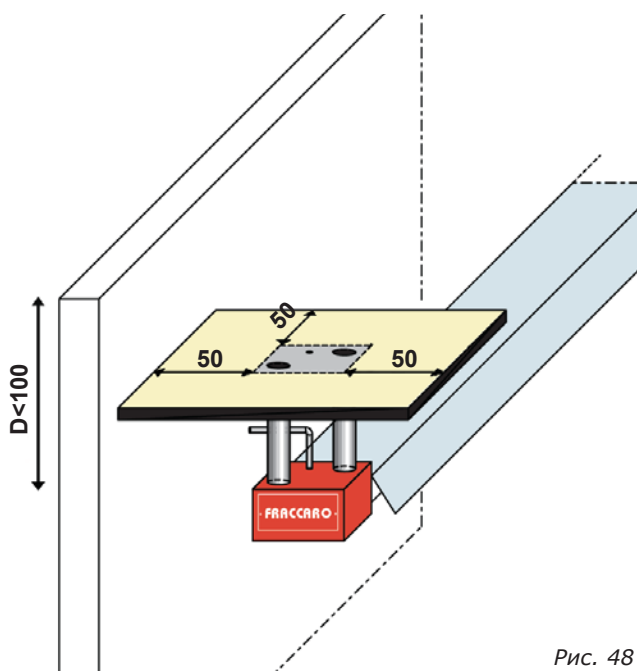

Рис. 48
- 3 В качестве альтернативы пункту 2 горелка теплоизлучающих трубных модулей должна устанавливаться на расстоянии не менее 0,6 м от стен и не менее 1 м от конструкции кровли. При невозможности соблюсти данные расстояния необходимо прокладывать конструктивный материал REI120 (рис. 48).